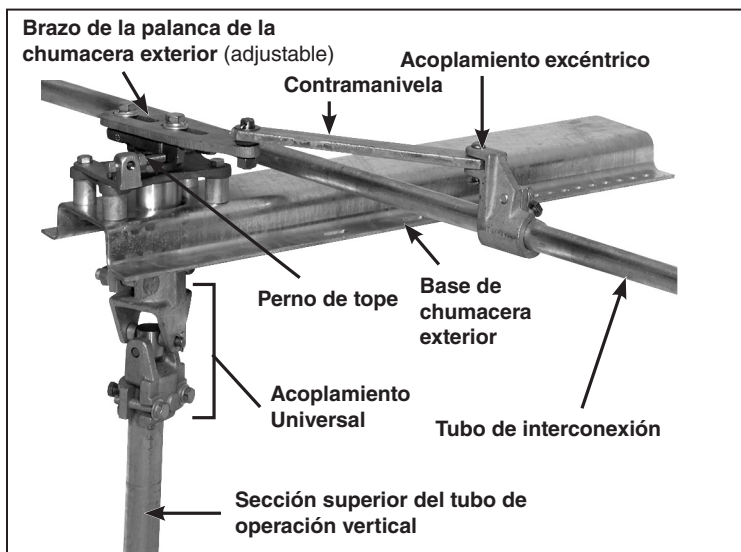

Figura 7. Configuraciones típicas de la chumacera externa, montaje vertical entre los polos del interruptor.
**PASO 5.** Entre las configuraciones de montaje que utilicen un conjunto de chumaceras externas que vaya montado *entre* los polos del interruptor, fíjese un extremo de la contramanivela al brazo de la manivela. Coloque el acoplamiento excéntrico especificado al otro extremo de la contramanivela. Vea la Figura 7.